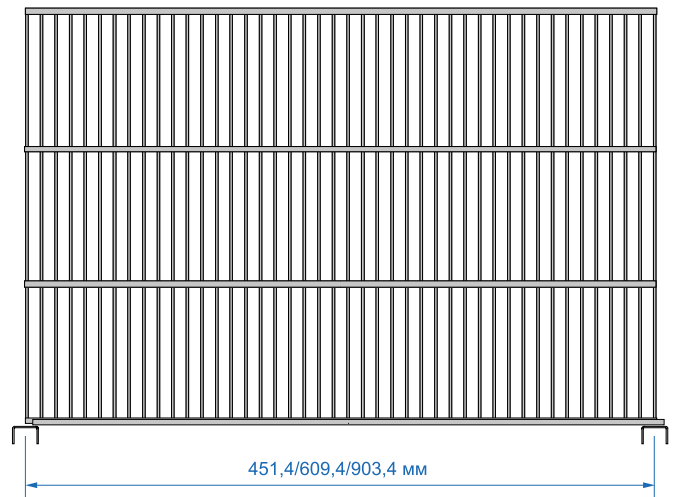

Рис. 1
Расстояние между осями направляющих при креплении к стеновому покрытию для установки сетчатых полок на 607 мм должно составлять 609,4 мм (рис. 1).
Если элементы системы 450 мм шириной, то расстояние между осями направляющих 451,4 мм (рис. 1).
Если элементы системы 900 мм шириной, то расстояние между осями направляющих 903,4 мм (рис. 1).
- 1 Установить кронштейны для меламиновых полок в технологические пазы настенных или навесных направляющих (рис.1);